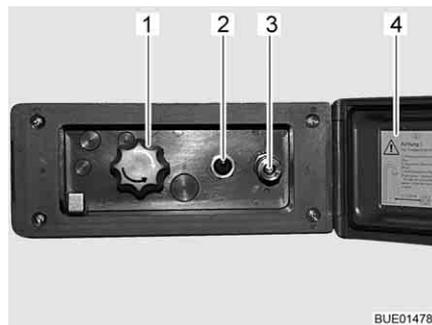

Fig. 123 Raccordo doccia esterno
- Sganciare ed aprire il coperchio (Fig. 123,4).
- Collegare il tubo flessibile della doccia esterna alla chiusura rapida (Fig. 123,3).
- Accendere la pompa dell'acqua con l'interruttore (Fig. 123,2).
- Regolare la temperatura dell'acqua ai gradi desiderati mediante la manopola (Fig. 123,1).
- Spegnere la pompa dell'acqua con l'interruttore (Fig. 123,2).
- Chiudere il coperchio (Fig. 123,4) e bloccarlo con la chiave.
- Ruotare la manopola (Fig. 123,1) sulla posizione centrale.